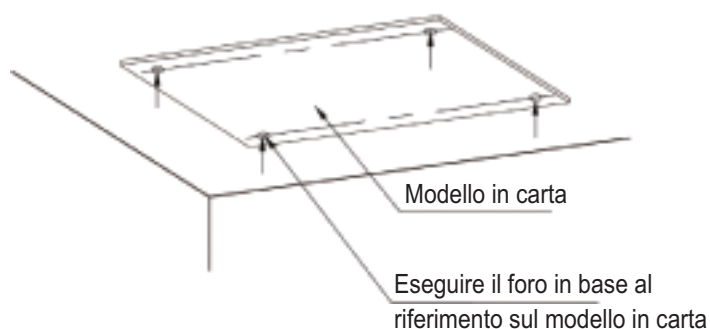
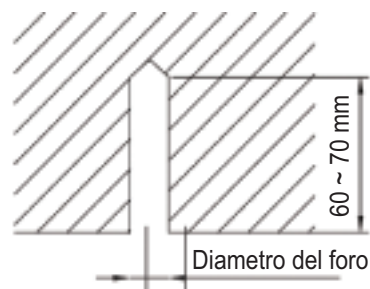

Fig. 4.1.2
Fig. 4.1.3
- 1) Incollare il cartone di riferimento sulla posizione di installazione; eseguire 4 fori sui punti indicati sul cartone, come mostrato in Fig. 4.1.2; il diametro del foro deve essere conforme al diametro del tassello di espansione, con una profondità di 60-70mm, come mostrato in Fig. 4.1.3.